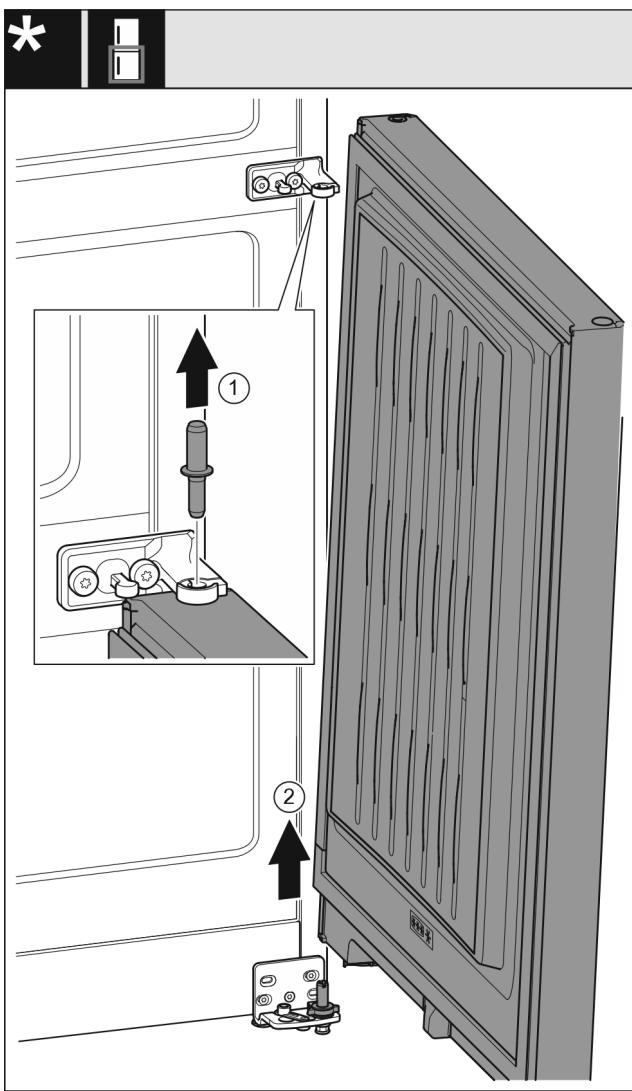

Fig. 8
- ▶ Izvucite svornjake prema gore. *Fig. 8 (1)*
- ▶ Podignite vrata, povucite ih prema gore i stavite ih na stranu. *Fig. 8 (2)*